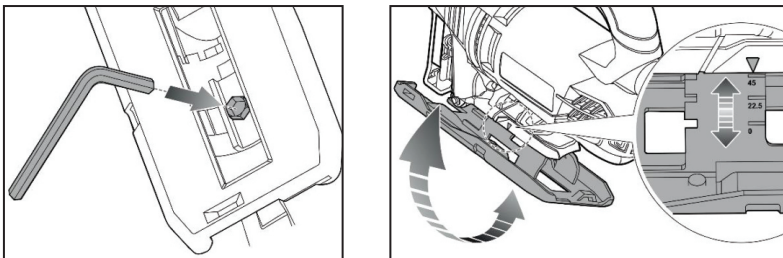

Рис. 4
- Отвинтите винт снизу основания с помощью шестигранного ключа, установите необходимый угол, согласно значениям, указанным на шкале, зафиксируйте в нужном положении и завинтите винт - Опорная плита зафиксирована, необходимый угол установлен. (Рисунок 4)